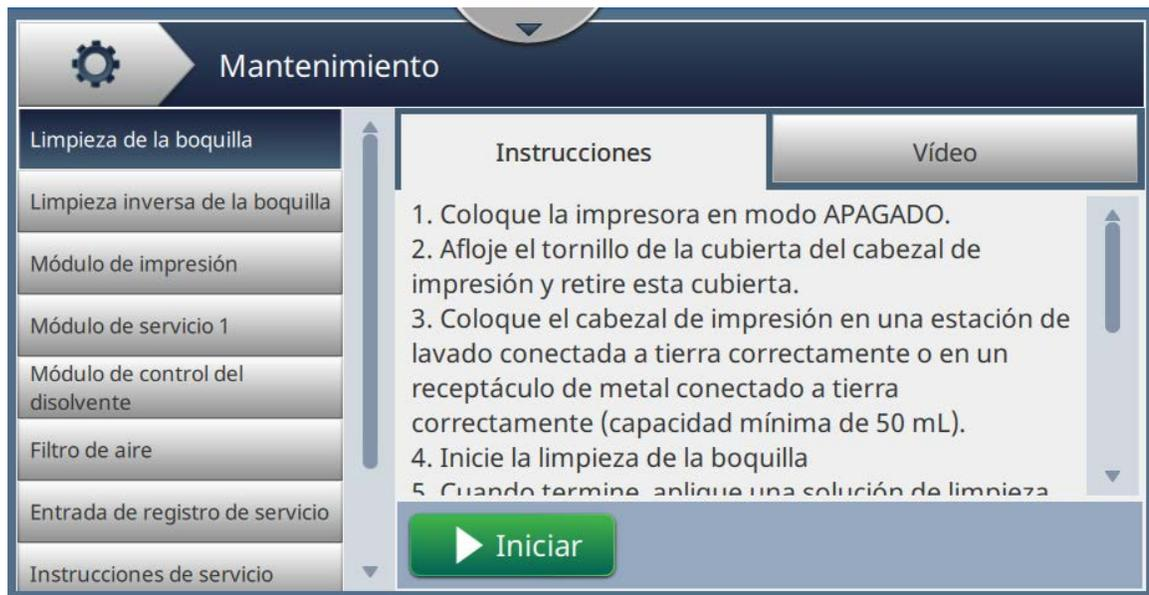

Figura 6-23: Maintenance (Mantenimiento)
1. Pulse el botón  de la pantalla Herramientas. Se abrirá la pantalla Mantenimiento, como se muestra en la Figura 6-23.